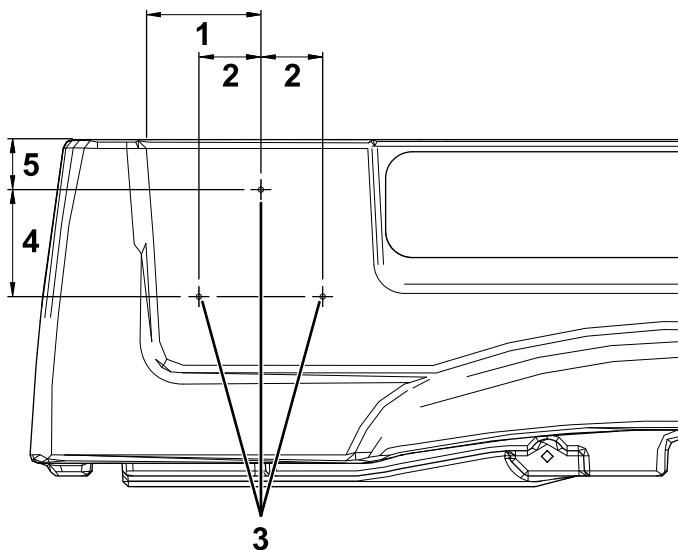

Figura 15
1. No lado esquerdo da plataforma de carga, meça 136 mm a partir da extremidade direita e 60 mm para baixo a partir da parte superior da plataforma de carga e marque este local (Figura 15).
2. Meça 128 mm para baixo do furo marcado no passo 1 e 74 mm para a direita e esquerda e marque estes dois locais (Figura 15).
3. Faça um furo de 5 mm em cada local dos três marcados (Figura 15).